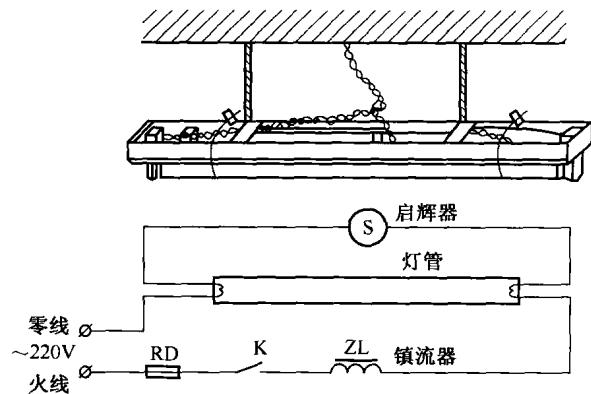

图1-3 日光灯
① 日光灯。日光灯是荧光灯的一种。日光灯具有发光效率高、寿命长、光色柔和等优点，广泛应用于办公室和家庭照明。它的外形及接线方法如图1-3所示。